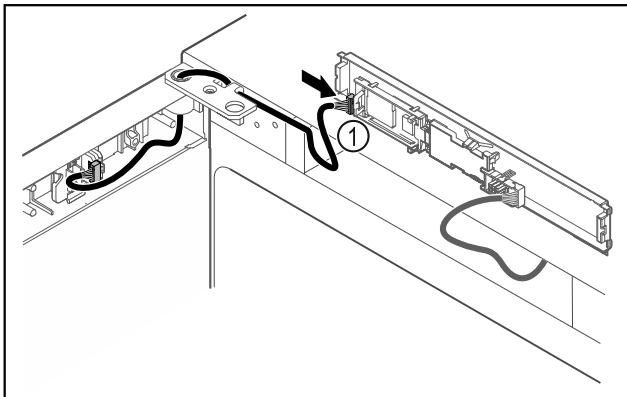

Fig. 42
- ▶ Stecker Fig. 42 (1) an Platine anstecken.